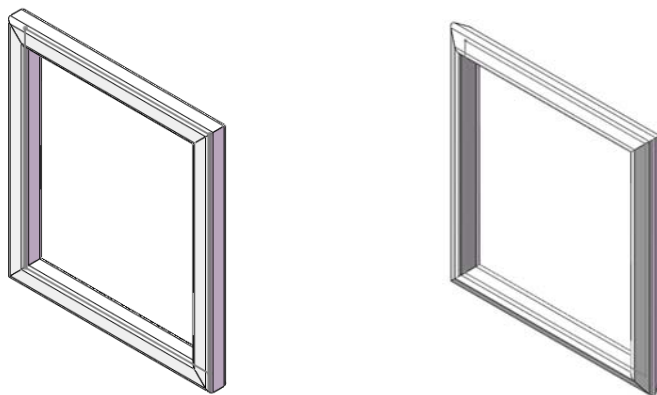

图 13-13 方形管旋转 60°
(4) 更改旋转角度。在“旋转角度”输入栏中输入相应角度值 60, 结构构件将旋转 60°, 单击“确定”按钮, 结果如图 13-13 所示。